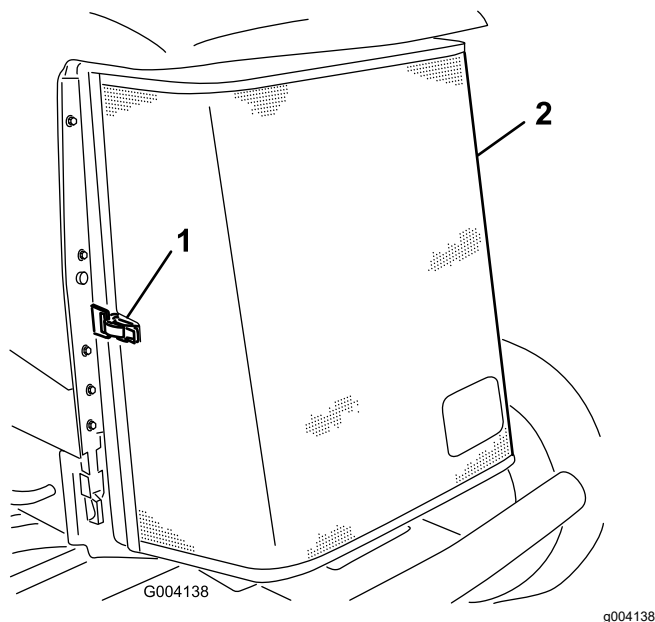

Figura 86
3. Desenganche y abra la rejilla trasera (Figura 86).